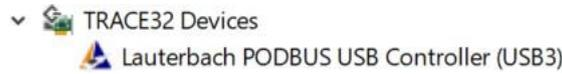

图8. 设备管理器中的Lauterbach设备
2. 通过USB电缆将μTrace for Cortex-M调试器连接到PC，然后使用5V电源适配器给调试器上电。在PC上打开“设备管理器”。如图8所示，Lauterbach设备出现在Trace32设备中。如果未出现，请检查连接。